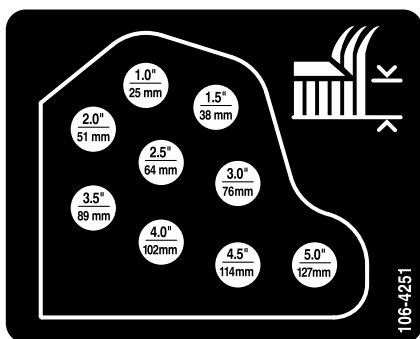

Bild 21
6. Montieren Sie die Schnitthöhenketten im gewünschten Schnitthöhenloch (**Bild 21**) und befestigen Sie sie mit dem Splint und dem Lastösenbolzen.